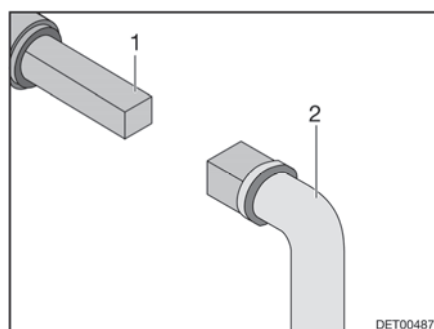

Fig. 113 Utilisation du robinet d'évacuation des eaux usées
- Insérer la clé (Fig. 113,2) sur la vis à quatre pans (Fig. 113,1).